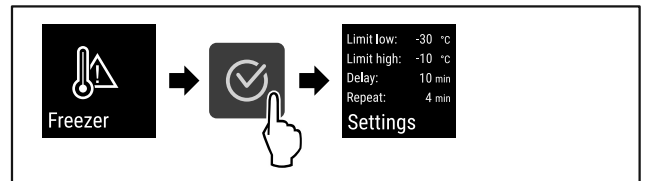

Fig. 102
- ▶ Hajtsa végre a művelet lépéseit (lásd Fig. 102) .